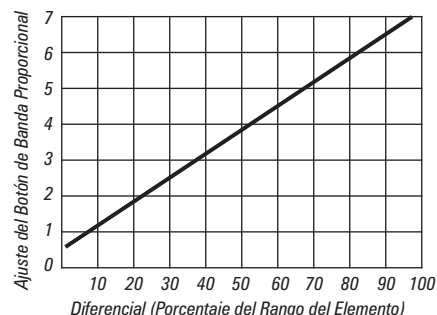

Figura 10 Ajustes del Regulador Diferencial
El botón de ajuste de la presión configura el valor cero del transmisor. El botón de ajuste de la banda proporcional (Figura 10) configura el intervalo.
2. Configure el AJUSTE DE LA BANDA PROPORCIONAL para el diferencial apropiado (ver la Figura 10).
4. Utilice la siguiente ecuación y el gráfico de la Figura 10 para determinar el valor del ajuste de la banda proporcional. Suponga que el rango de presión del elemento de detección es de 0 a 100 psig y que el regulador debe pasar de cero a la presión de salida máxima a una presión de proceso de 80 psig cuando la presión de proceso aumenta, y de la presión de alimentación máxima a cero a 20 psig cuando la presión disminuye (acción directa).
Según la Figura 10, el ajuste de la banda proporcional debería ser aproximadamente 4,5.